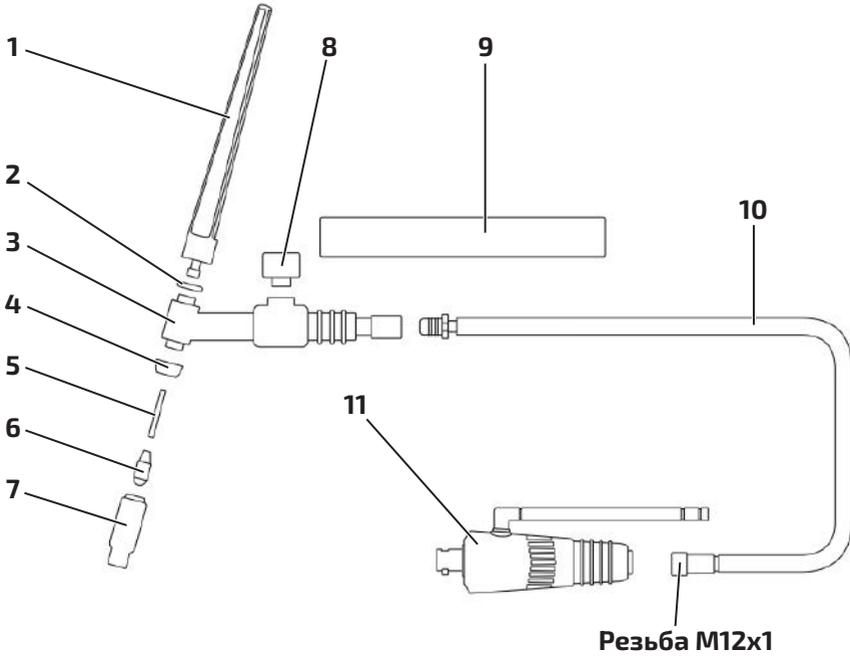

Рис. 12.2.1. Схема вентильной горелки для аргонодуговой сварки.
1) Клемма заземления. 2) Сварочный аппарат. 3) Баллон с газом (аргон). 4) Регулятор расхода защитного газа. 5) Газовый рукав. 6) Быстросъемное соединение (см. табл. 11.0.1). 7) Вентильная горелка (см. рис. 12.2.1).
Для работы в TIG Lift режиме с аппаратом понадобится предназначенная для этого горелка (см. рис. 12.2.1). Горелка представляет собой узел, обеспечивающий передачу тока и защитного газа от сварочного аппарата к свариваемому изделию.